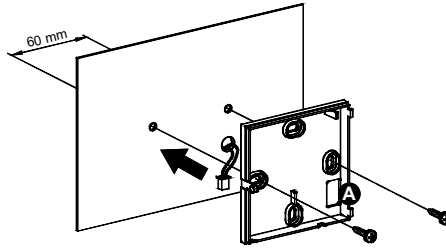

Fig. 5
À la première mise en fonction ouvrir le thermostat selon les indications du paragraphe 'INSTALLATION' EN (C di Fig. 5), et introduire les piles en respectant les polarités. Les piles doivent être de type AA 1.5V alcalines.
- 3** Décider du meilleur emplacement (voir paragraphe 'CONFIGURATION DU SYSTÈME RADIO'); puis fixer la base du thermostat sur le mur en installant les 2 vis dans les trous prévus à cet effet (interaxe 60mm) (utiliser les vis et/ou les chevilles en dotation). Faire passer les fils de la sonde à distance (si utilisée) dans l'ouverture rectangulaire (A de Fig. 5).